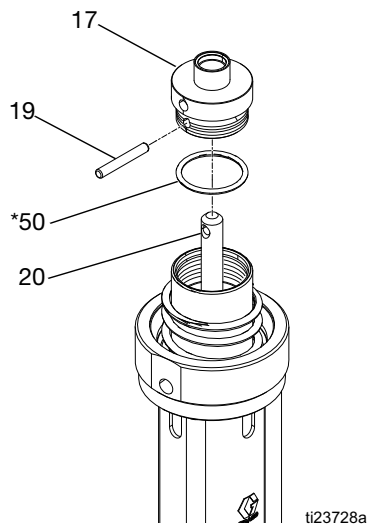

FIG. 14
6. Rimuovere il perno di riferimento (19) ed estrarre la calotta del pistone (17) dall'albero di trasferimento (20). Rimuovere l'anello di tenuta (50*) dalla calotta del pistone. Ispezionare tutte le parti per rilevare eventuali danni. Vedere FIG. 14.